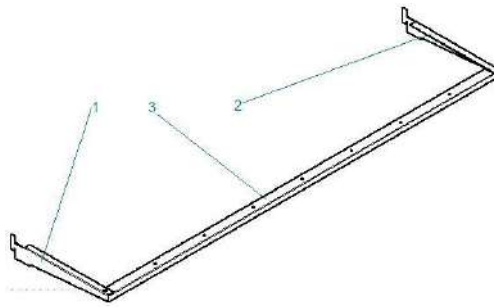

Рис. 8
5.2.2 Сборка консоли крепления светильника (рис.8) и светильника в сборе.
5.2.2.1 Консоль крепления светильника (рис.8) состоит из консоли (поз.3) и двух держателей (поз.1,2). Держатели (поз.1,2) скрепить с консолью (поз.3) болтами М5х20.